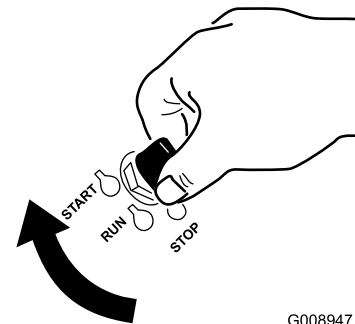

Figure 19
6. Tournez la clé de contact à la position de démarrage (Figure 19).